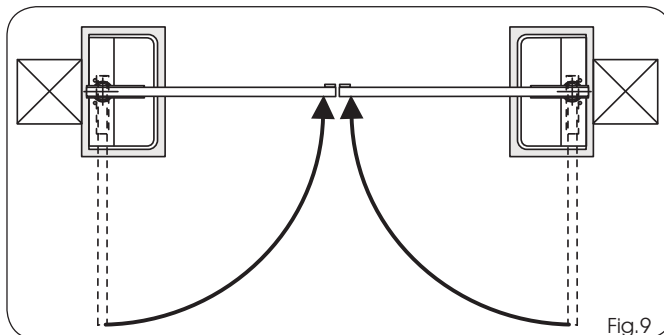

Fig.9
9) Relever le portail (Fig.9).